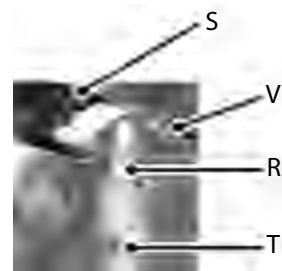

Рис. 6.с
6.2.2 Увлажнитель humiDisk₆₅ (см Рис. 6.d)